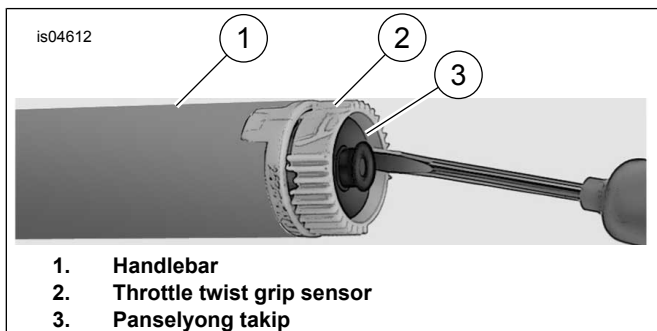

Figure 1. Alisin ang Panselyong Takip
- Tingnan ang Figure 1 . Magpasok ng maliit na screwdriver o ibang kasangkapan na flat-blade sa flat na bahagi ng isang panig ng panselyong takip.